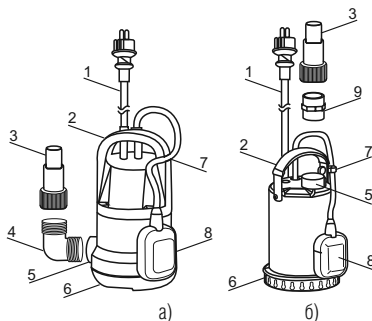

Рис. 2
6.1. Насос представляет собой моноблочный агрегат (рис. 2), корпус которого разделен на гидравлическую насосную часть и электродвигатель.
6.4. В верхней части кожуха расположена рукоятка для переноски и подвешивания насоса. В рукоятке насосов, имеющих боковой отвод воды (рис. 2-а), имеется прорезь, выполняющая роль фиксатора кабеля поплавкового выключателя. У насосов, имеющих верхний отвод воды, (рис. 2-б), фиксатор кабеля поплавкового выключателя расположен на корпусе прибора.